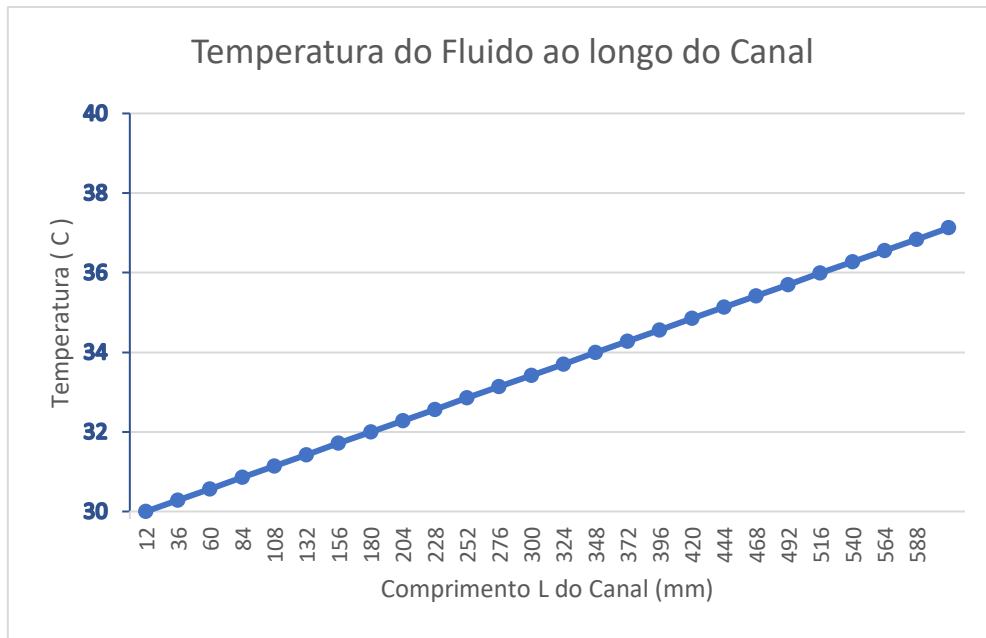

Figura 4 Temperatura do Fluido (Tf) ao longo do Canal
Aplicando as equações de (1) a (4) para um volume "i", conforme Figura 4.
Para o nosso caso em estudo o fluxo de calor é uniforme ao longo do canal e, portanto o incremento de temperatura no fluido refrigerante é uniforme como apresentado na Figura 4.